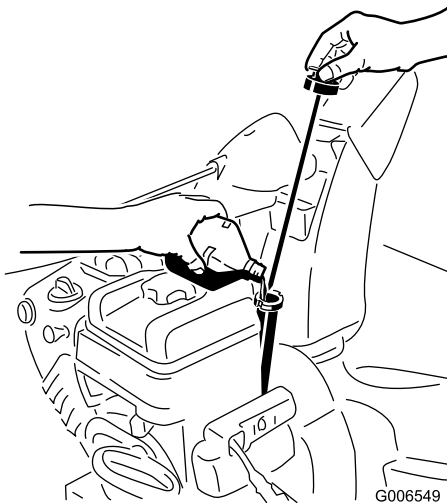

Figura 41
2. Rimuovete l'asta e controllate il livello dell'olio (Figura 41). Se l'olio non raggiunge la tacca Add, occorre rabboccare. Fate riferimento a Rabbocco dell'olio motore.